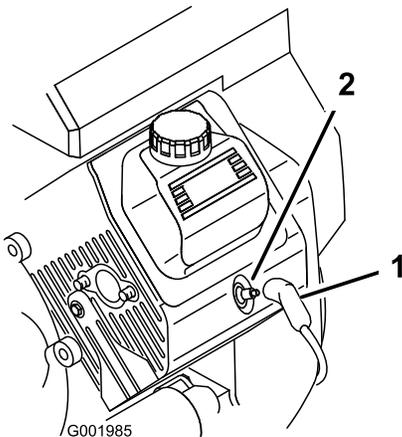

Figura 45
- Desconecte los cables de las bujías (Figura 45).
- Conecte los cables en las bujías (Figura 45).